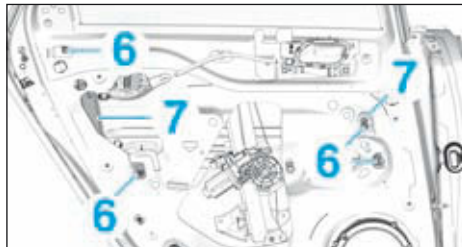

FIG.78
- Déposer (Fig.78) :
- les vis (6),
- les guides (7).